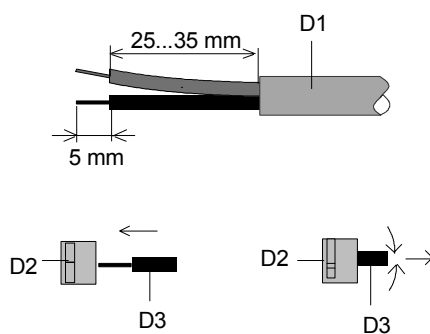

Bild 4: Anschließen/Abklemmen der Busleitungen
Anschließen der Busleitung (Bild 4)
- Den Mantel der abisolierten Busleitung (Bild 4) mit >3mm Überstand in den offenen Klemmschlitz (C4) drücken.
Abklemmen der Busleitung (Bild 4)